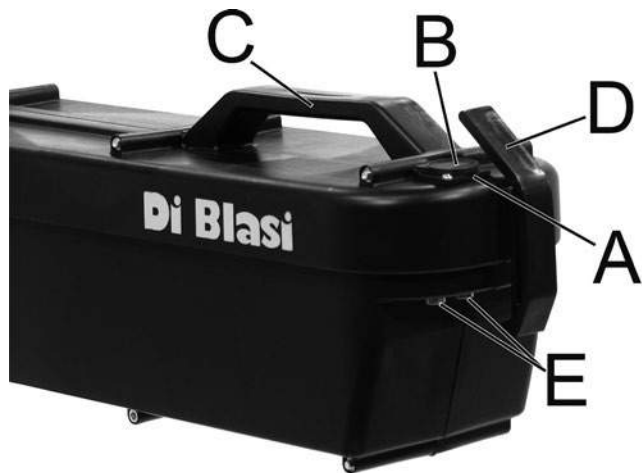
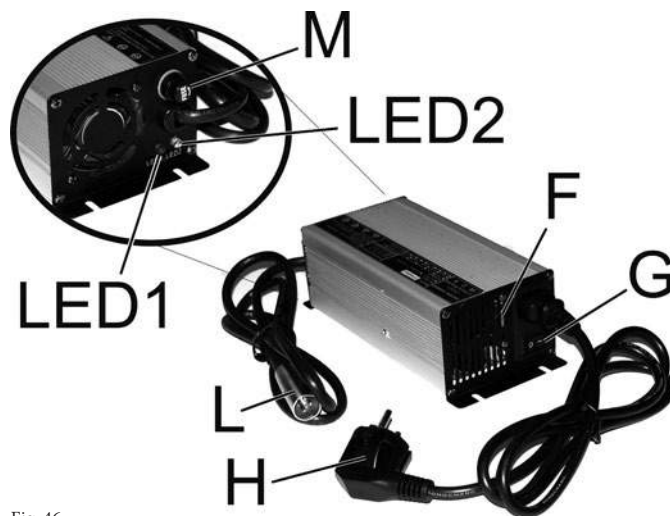

Fig. 44
Fig. 46
- Contenedor de la batería (Fig. 44)
- (A) Clavija para cargar
- (B) Tapón de la clavija para cargar
- (C) Asa
- (D) Palanca del gancho
- (E) Contactos del circuito de alimentación del motor
- Cargador de la batería (Fig. 46)
- (F) Conmutador de la tensión de alimentación 220 V o 110 V
- (G) Interruptor de alimentación (I - O)
- (H) Clavija de conexión a la red eléctrica
- (L) Toma de conexión a la batería
- (M) Fusible 10 A
4.8.3 Per caricare la batteria (fig. 44+46)
- Verificare che il caricabatteria sia regolato sulla tensione della rete di alimentazione (220V o 110V). Per modificare questa regolazione usare il commutatore (F);
- Collegare la spina (H) del caricabatteria alla presa della rete elettrica;
- Commutare l'interruttore (G) su I (accesso). L'indicatore luminoso rosso LED1 si accende mentre l'indicatore luminoso LED 2 diventa verde.
- Togliere il coperchio (B) dalla spina (A) della batteria
- Collegare la presa (L) del caricabatteria alla spina (A) della batteria; l'indicatore luminoso LED 2 diventa rosso. Se questo collegamento non viene effettuato entro circa 2 minuti dalla sua accensione, il caricabatteria si spegne. In tal caso avviarlo di nuovo.
- Dopo aver disinserito la presa (L) del caricabatteria dalla spina (A) della batteria, coprire di nuovo la spina (A) col tappo (B).
4.8.3 Charging of the battery (fig. 44+46)
- Check that the charger is set on supply mains tension (220V or 110V). To modify setting, use the switch (F);
- Connect the charger plug (H) to the supply mains socket;
- Turn the switch (G) on I (power ON). The red indicator LED1 lights up while the indicator LED2 lights up green;
- Remove the cover (B) from the plug (A) of the battery;
- Connect the charger socket (L) to the plug (A) of the battery: the indicator LED2 lights up red; however if the socket is not connected to the plug within about 2 minutes from its activation (power ON), the charger will automatically switch OFF. In this case it is necessary to switch on it again.
- After having disconnected the charger socket (L) from the battery plug (A), cover again the plug (A) with cap (B);